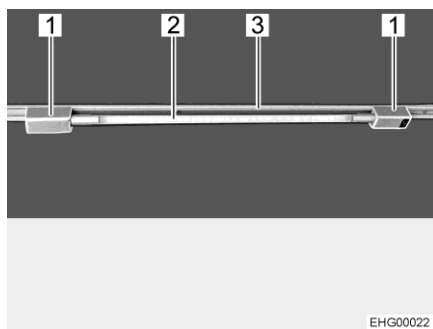

Bild 33 Lysrör
- Sätt in båda hållarna (Bild 33,1) i skenan (Bild 33,3). Vrid hållaren med 90°.
- Sätt in ljuskällan (Bild 33,2) i en av hållarna.
- Vrid på ljuskällan (Bild 33,2) tills önskad ljusstyrka har uppnåtts.